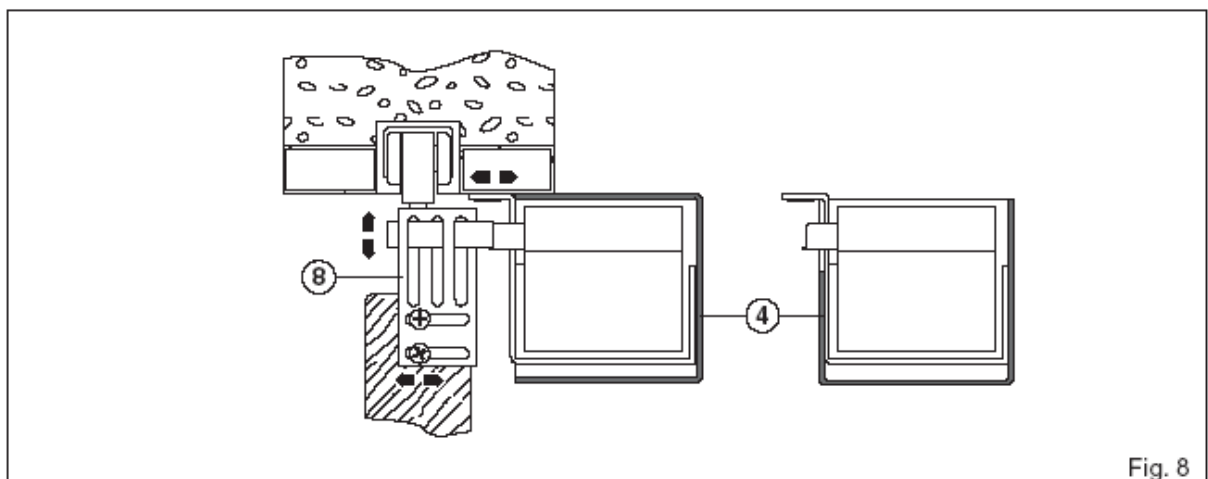

Fig. 8
4.9 (Fig. 8) Åpne dørbladet manuelt og sjekk at det løper fritt og greit. Sørg for at drivreimen beveger seg uten motstand. Utfør nødvendige justeringer med brakettene (8) på dørbladet eller med skruene på festebraketten til motorkassen.
4.10 Monter dekslet (4) på automatikken med de medfølgende bitene med borrelås. Dekslet kan monteres på to måter; se Fig. 8.